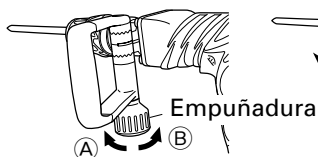

Fig. 5
- (1) Afloje el asa girando la empuñadura en el sentido de (A), como se muestra en la Fig. 5.